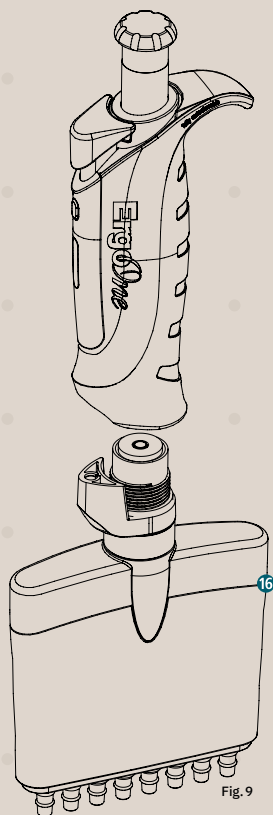

Fig. 9
- Desatornille la parte inferior completa **16** girando en sentido horario (Fig. 9).